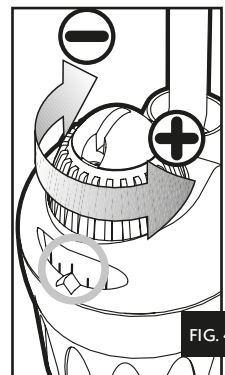

FIG. 4
- 3- Turn the blue control knob until the desired temperature shows up in the scale window (fig. 4). Leave the heater to stabilise for about one full day and check the temperature of the water with a precision thermometer.
- 3- Tourner le bouton de réglage jusqu'à ce que la valeur choisie soit en face du point de repère (fig. 4). Laisser fonctionner pendant 24 heures. Prendre la température avec un thermomètre de précision.